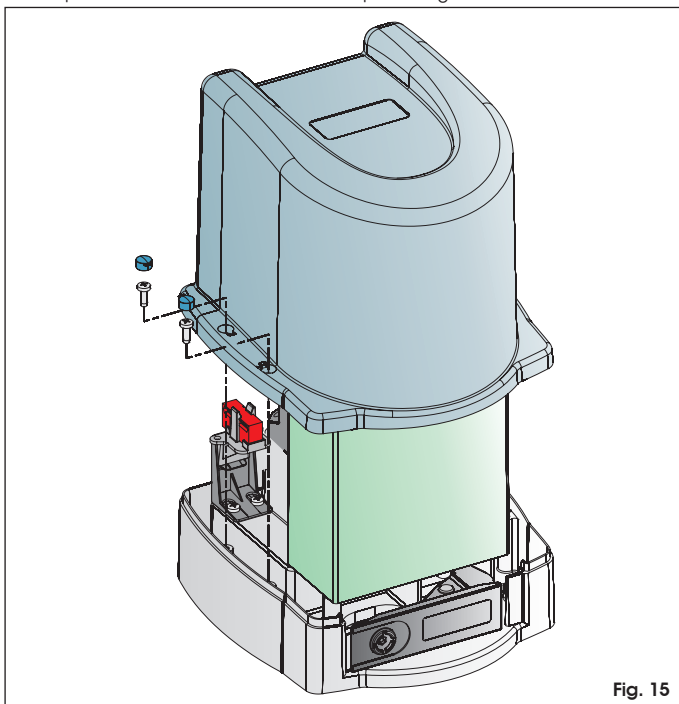

Fig. 15
3. Après avoir testé l'automatisme (par. 5), fixer le carter de protection sur l'opérateur avec les vis fournies d'après la fig.15.